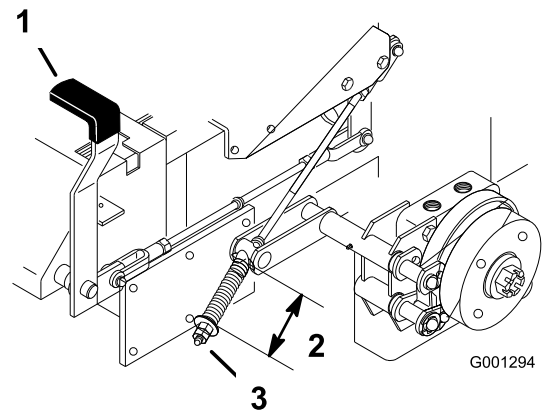

Figura 66
2. Mida la longitud del muelle. La medida debe ser de 64 mm entre las arandelas (Figura 66).
3. Si es necesario un ajuste, quite el freno de estacionamiento, afloje la contratuerca que está debajo del muelle y ajuste la tuerca que está directamente debajo del muelle (Figura 66). Gire la tuerca hasta obtener la medida correcta. Gire la tuerca en el sentido de las agujas del reloj para acortar el muelle y en el sentido contrario a las agujas del reloj para alargar el muelle.